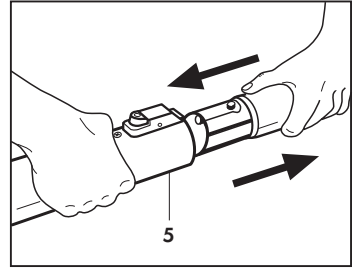

Abb. 12
- das Steckteil des einen in das Aufnahmeteil des anderen zu stecken und beide über den roten Hebel zu blockieren **(Abb. 12)**;